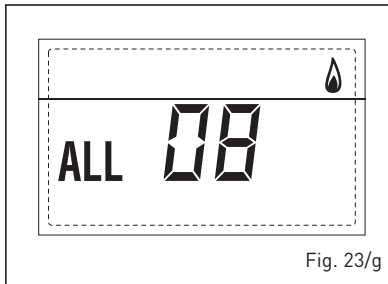

Fig. 23/g
**- ANOMALÍA CIRCULACIÓN AGUA "AL 09" (fig. 23/h)**